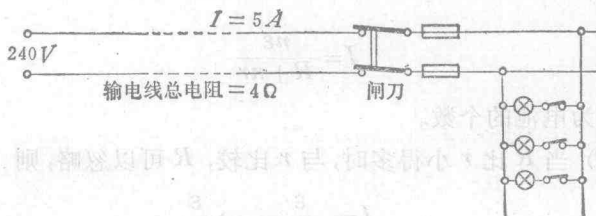

图 1-2
1. 如图 1-2 所示，变压器输出端电压为 240 伏，线路总电